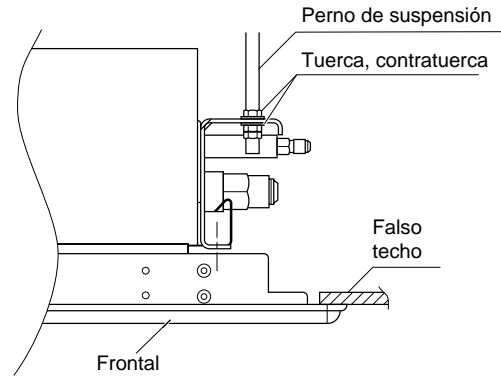

Fig. 9-3
4. Verifique si el frontal de la cassette está correctamente alineado sobre el trazado del techo. Si no es así, reajuste la unidad interior regulando las tuercas en el punto de suspensión adecuado. (Fig. 9-3)